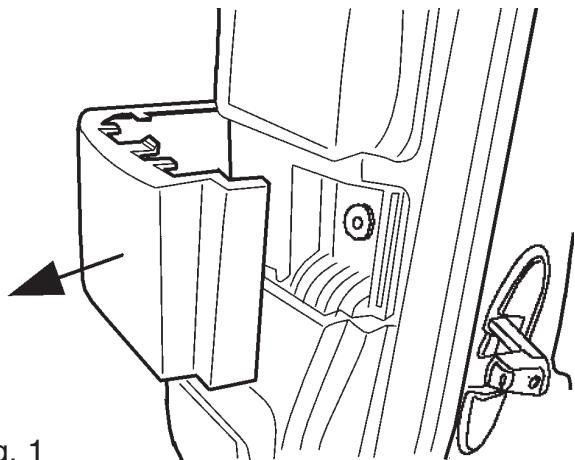

Fig. 1
1. Demontera kofångaren. Härtill måste man först demontera täckkåporna under bakljusmodulerna (fig. 1). Obs!!! Se till att du inte kan skada kofångaren. Demontera kofångarens innanmäte av stål, detta förfaller. Om fordonet är försedd med PDC (Parc Distance Control) ska kabelhälaren vid punkterna A lösgöras ur kofångaren (se foto). Placera två skruvar M6x20 i kofångaren, med ett inbördes avstånd på 545mm så att de korresponderar med hålen A i dragkroken. Sänk avgasrören och demontera värmeskölden.
1. Afmontér kofangeren. For at kunne gøre dette bør afdækningskapperne under baglysenhederne afmonteres først (fig. 1). Bemærk!!! Der bør sørges for, at kofangeren ikke beskadiges under arbejdsgangen. Afmontér kofangerens indre del, der er af stål. Denne vil ikke længere blive brugt. Er køretøjet udstyret med PDC (Parc Distance Control), løsn da kabelholderen ved punkterne A fra kofangeren (jf. illustration). Montér to M6x20 bolte i kofangeren med en afstand på 545 mm mellem hinanden, således at disse korresponderer med hullerne A på anhængertrækket. Lad udstødningsrøret synke og afmontér isoleringspladen.
1. Desmontar el parachoques. Para ello hay que desmontar primero las cubiertas debajo de las unidades de las luces traseras (fig. 1). ¡¡Atención!! Asegurarse de no dañar el parachoques. Desmontar el armazón interior de acero del parachoques, el que queda anulado. Si el vehículo está provisto de PDC (Parc Distance Control), soltar el soporte de cable del parachoques a la altura de los puntos A (véase la foto). Montar dos tornillos M6x20 en el parachoques a una distancia intermedia de 545mm, de forma que corresponden con los orificios A en el gancho de remolque. Bajar el tubo de escape y desmontar el escudo térmico.
1. Smontare il paraurti. A tal fine, è necessario smontare prima le calotte situate sotto i gruppi dei fanali posteriori (fig. 1). Attenzione!!! Assicurarsi che il paraurti non venga danneggiato. Estrarre l'anima dal paraurti, questa non dovrà essere rimontata. Se il veicolo è dotato di dispositivo PDC (Parc Distance Control), staccare il passacavo dal paraurti a livello dei punti A (vedi foto). Inserire due bulloni M6x20 nel paraurti, ad una distanza di 545 mm l'uno dall'altro, in corrispondenza dei fori A sul gancio traino. Lasciare scendere il tubo di scarico e smontare la protezione termica.
1. Zdemontować zderzak, w tym celu należy w pierwszej kolejności zdjąć osłony pod tylnym zespołem oświetleniowym (rys.1). **Uwaga:** należy zwrócić uwagę, aby w trakcie demontażu nie uszkodzić zderzaka. Zdemontować wewnętrzną metalową osłonę zderzaka, która nie będzie ponownie wykorzystywana. Jeżeli auto wyposażone jest w PDC , (kontroler dystansu parkowania.) należy rozłączyć mocowanie przewodów w punktach A zderzaka (patrz rys.). w zderzaku należy przykręcić dwie śruby M6x20 w odległości 545 mm jedna od drugiej, w taki sposób aby korespondowały one z otworami A znajdującymi się na haku holowniczym. Oraz opuścić wydech, zdemontować osłonę cieplną.